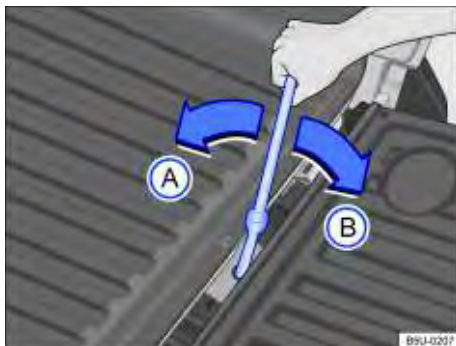

Fig. 165 No compartimento de carga: acesso a roda de emergência.
- Girar a chave de roda no sentido horário ⇒ Fig. 165 (B) até o fim de curso do mecanismo, mesmo após a roda de emergência ter encostado totalmente piso. O fim de curso é caracterizado pelo bloqueio do movimento da chave pelo batente do mecanismo.
- Girar a chave de roda no sentido anti-horário ⇒ Fig. 165 (A), até o fim de curso do mecanismo, que é caracterizado pelo deslizamento (giro "em falso") da chave.